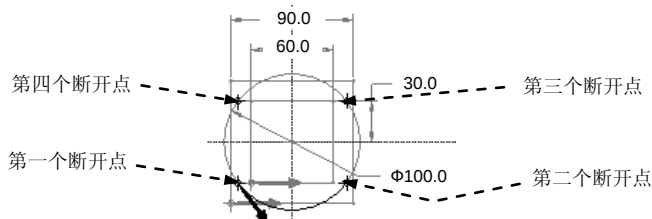

图 5.26.11 截面图形分成四个图元
(1) 单击 **分割(S)** 中的 **分割(S)** 按钮（或选择下拉菜单 **编辑(E)** → **修剪(T)** → **分割(S)** 命令）。
(2) 分别在图 5.26.11 所示的四个位置选择四个点。
(3) 绘制两条中心线，对四个点进行对称约束，修改、调整第一个点的尺寸。